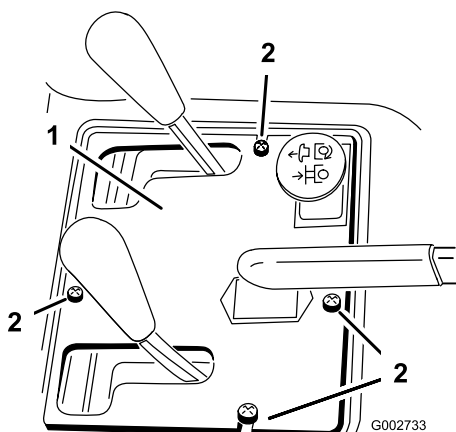

Figura 35
2. Togliete le quattro viti che fissano la plancia al telaio (Figura 35).